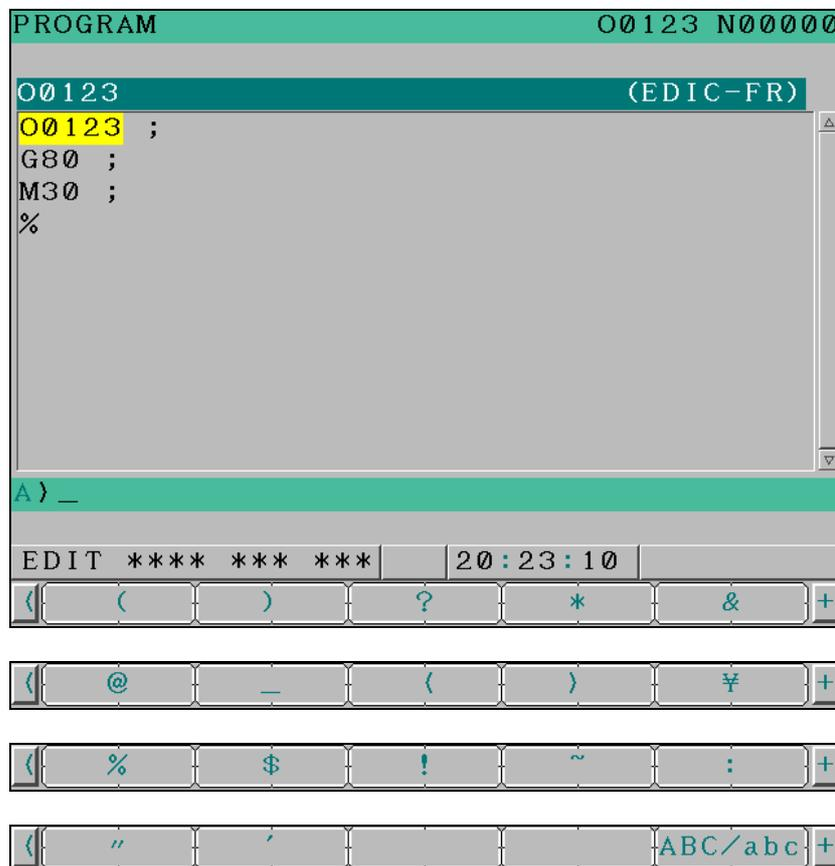

Fig. 10.12 (a) Entrada por teclado MDI de tipo compacto
5. Como se muestra en la Fig. 10.12 (a), los caracteres como "@" y "(" aparecen como tecla de pantalla.